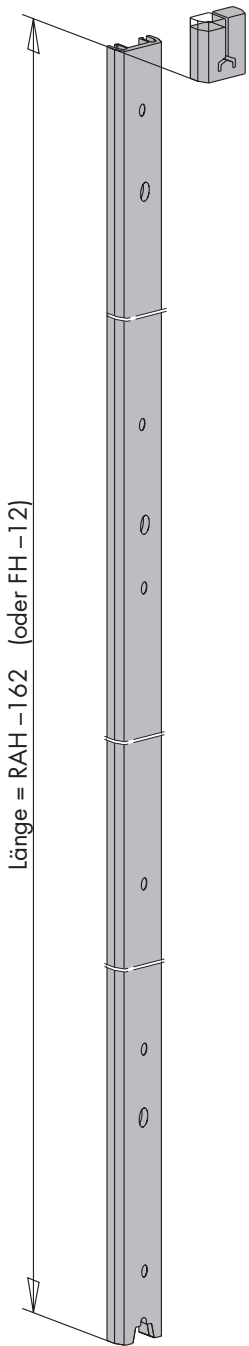

Bild 6
- D** Einbau der Dichtungsschiene B (32).
- Dichtungsschiene B (32) ablängen (Bild 6).
- Dichtungsschiene B (32) einsetzen und anschrauben.
- Füllstück, oben (18) je nach Schieberichtung DIN links oder DIN rechts anpassen (Bild 6) und einsetzen.
- E** Einbau der Dichtung, oben (13).
- Dichtung, oben (13) einsetzen.